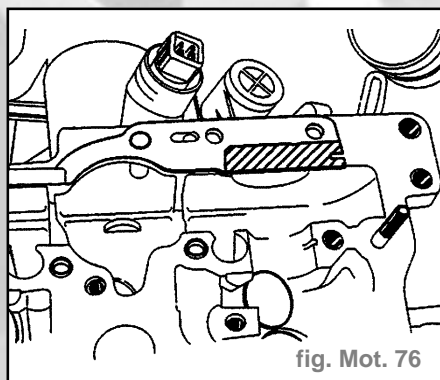

fig. Mot. 76
- Remplacer le joint métal-caoutchou du dispositif de distribution variable ou du tendeur de chaîne et enduire légèrement la zone hachurée de produit d'étanchéité "D 454 300 02" (fig. Mot. 76).